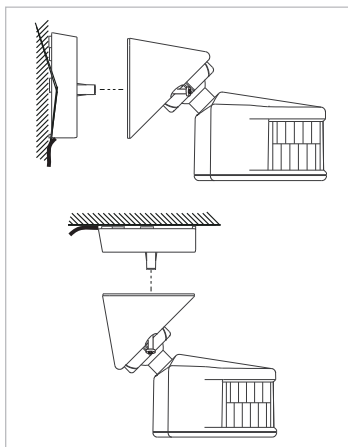

Fig. 3
B. Modo de instalación (Fig. 3):
B. Installation procedure (Fig. 3):